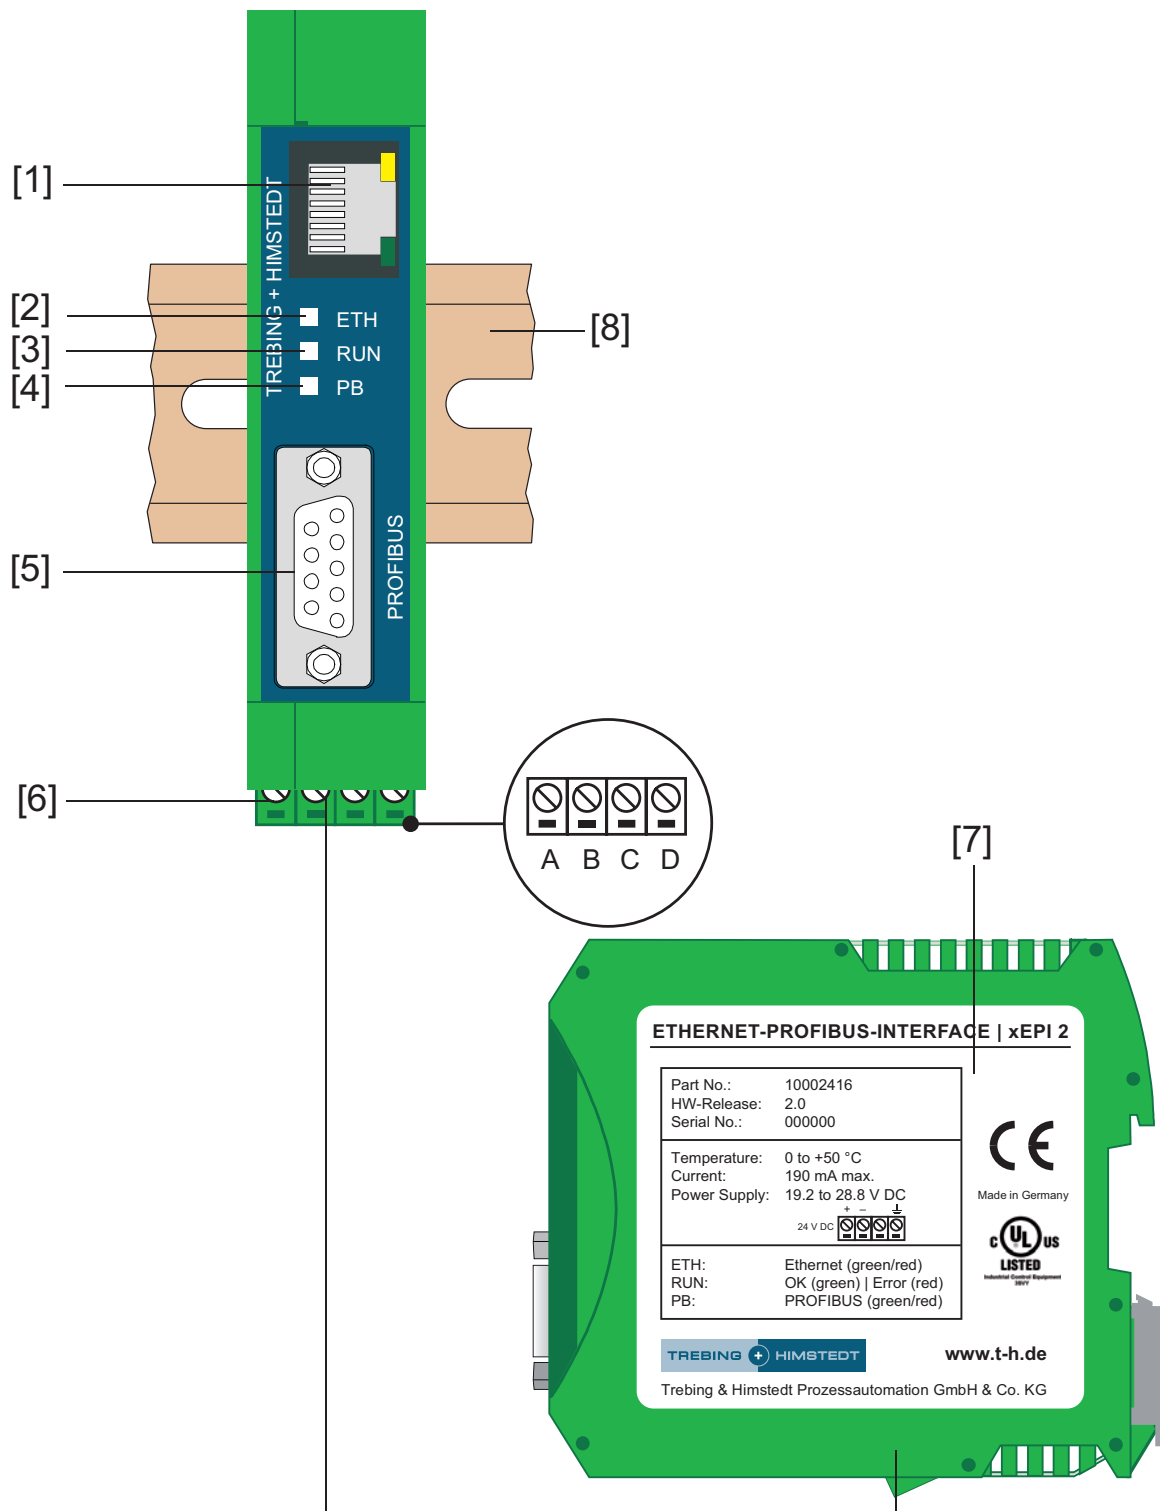

Abb. 1: xEPI 2 (Vorder- und Seitenansicht)
(siehe Abbildung 1)
1. Stecken Sie den Stecker des Patch-Kabels (RJ-45, nicht im Lieferumfang) in die Ethernet-Schnittstelle am xEPI 2 (siehe Abbildung 1 Nr. [1]), bis der Stecker einrastet.